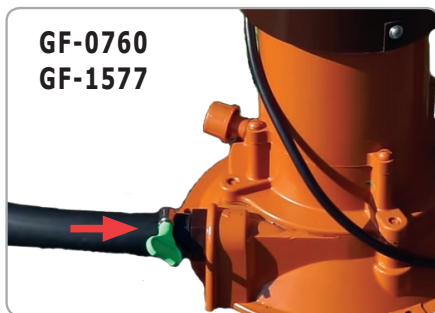

Fig.8
- Introduceți în orificiul de refluxare racordul de legătură, apoi furtunul și fixați-l cu ajutorul conectorului (Fig.8).